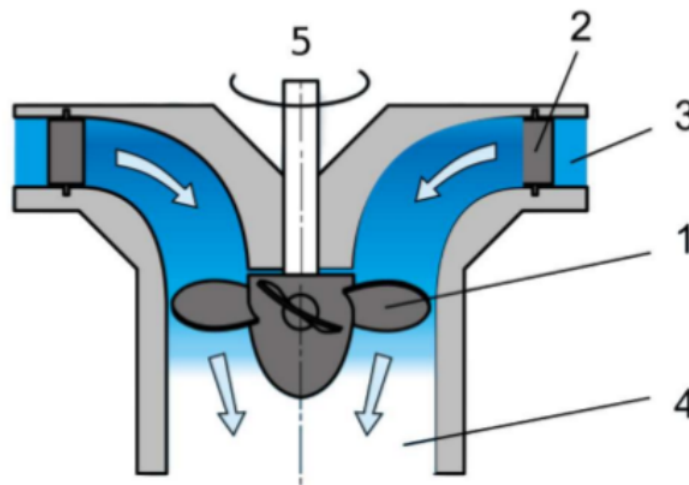

FIGURE 6 – Schéma en coupe d'une turbine Kaplan
Une turbine Kaplan est schématisée sur la figure 6. Cette turbine produit une puissance de 8 MW, pour une hauteur nette de chute de 13,4 m et une vitesse de rotation de 200 tr/min.
1. Annoter le schéma de la figure 6 et donner le sens de rotation de la roue.